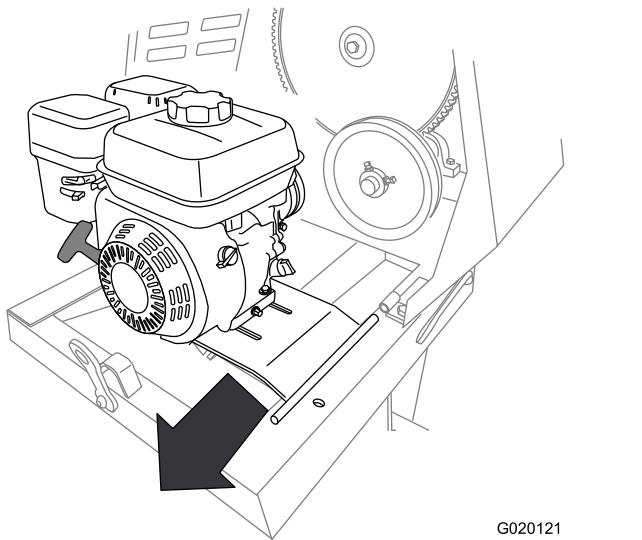

Figura 51
10. Deslice la chapa del motor hacia atrás para retirarla del soporte delantero de la bisagra (Figura 51).
11. Retire el motor y la chapa del motor de la máquina (Figura 51).
- Alinee el pivote de la chapa del motor con el soporte delantero de la bisagra (Figura 51).
- Deslice la chapa del motor hacia adelante encajando el pivote en el soporte delantero de la bisagra (Figura 51).
- Alinee el soporte trasero de la bisagra con el pivote de la bisagra de la chapa del motor (Figura 51).